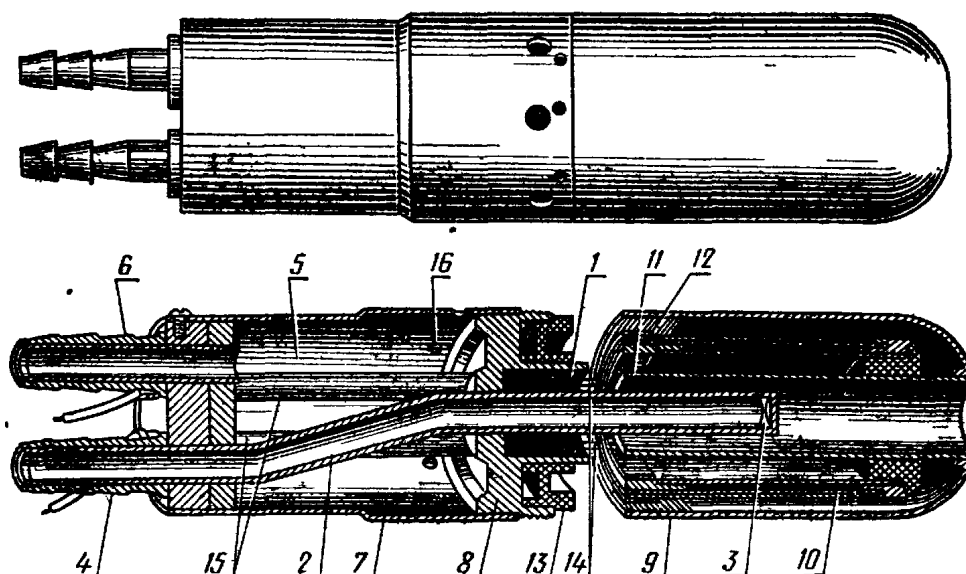

Рис. 1. Приемник воздушных давлений.
**Совмещенный приемник воздушных давлений** (Рис. 1) состоит из двух камер: динамической и статической. Динамическая камера состоит из собственно камеры 1 и латунной динамической трубки 2, имеющей в своей приемной части впаянное доньшко 3 с боковым пазом для поступления воздуха. Доньшко динамической трубки предохраняет ее от засорения. Динамическая трубка проходит вдоль всего приемника и заканчивается штуцером 4.